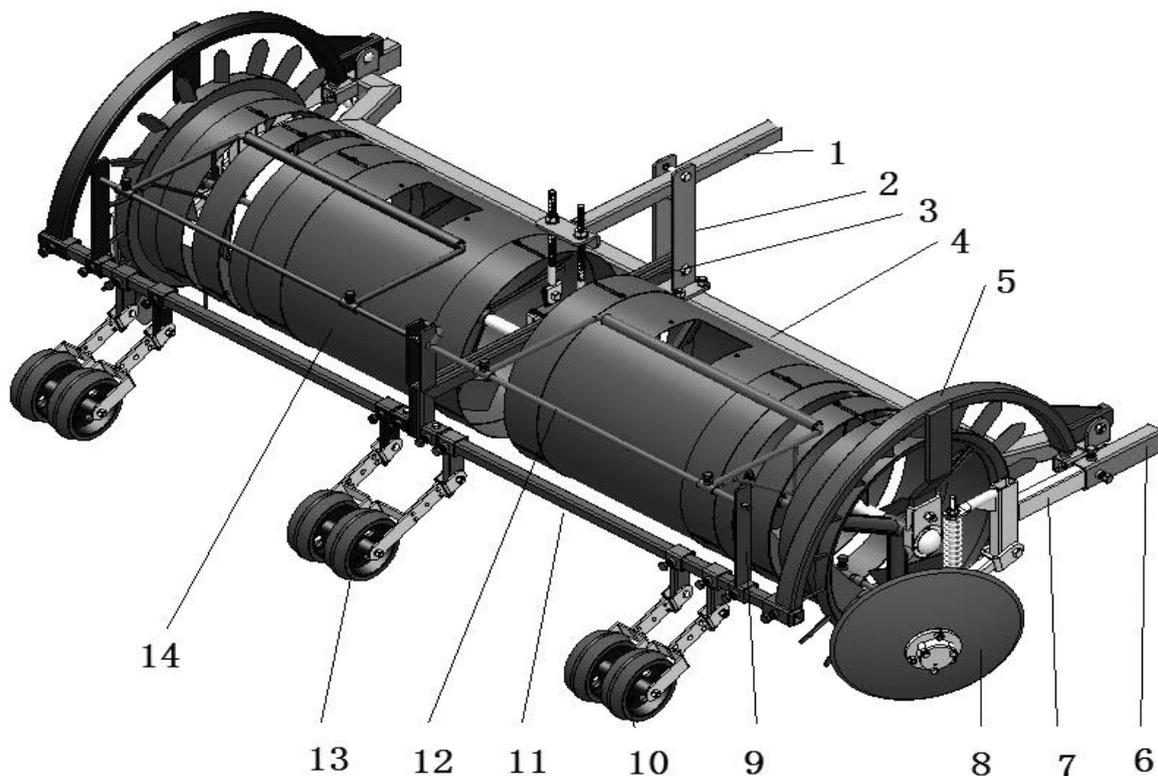

图6 覆土机构
**组成：**膜边覆土机构主要由一级覆土圆片组成；膜上覆土机构由二级覆土圆片、覆土滚筒和镇压轮等组成(图6)。
### 8.5 覆土滚筒及小镇压轮的安装(图 6)